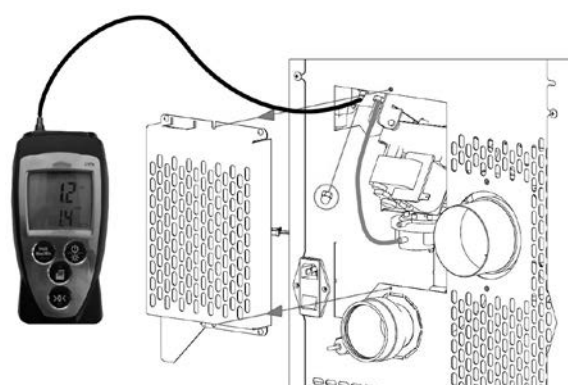

Fig. 82 - Connexion du pressostat numérique
- Connecter, au biais d'un tube en silicone, un pressostat numérique pour relever la dépression (voir **Fig. 82**).